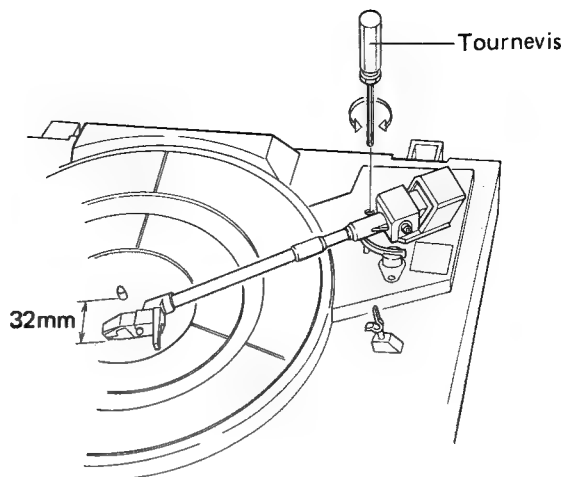

Fig. 11-3 Réglage de retour automatique
5. Arrêter de tourner la vis de réglage sur le point pour lequel il y a un écart de 32mm entre la pointe de lecture et l'axe central. (Fig. 11-3)